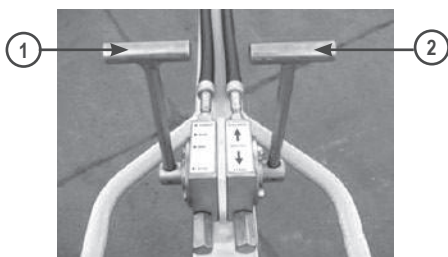

Fig. 3.2.
- La palanca 2 debe estar al centro, en posición N neutra (Ver Fig. 3.2).
- Después desacelere completamente, gire la palanca 1 hasta el final del curso (Ver Fig. 3.2).